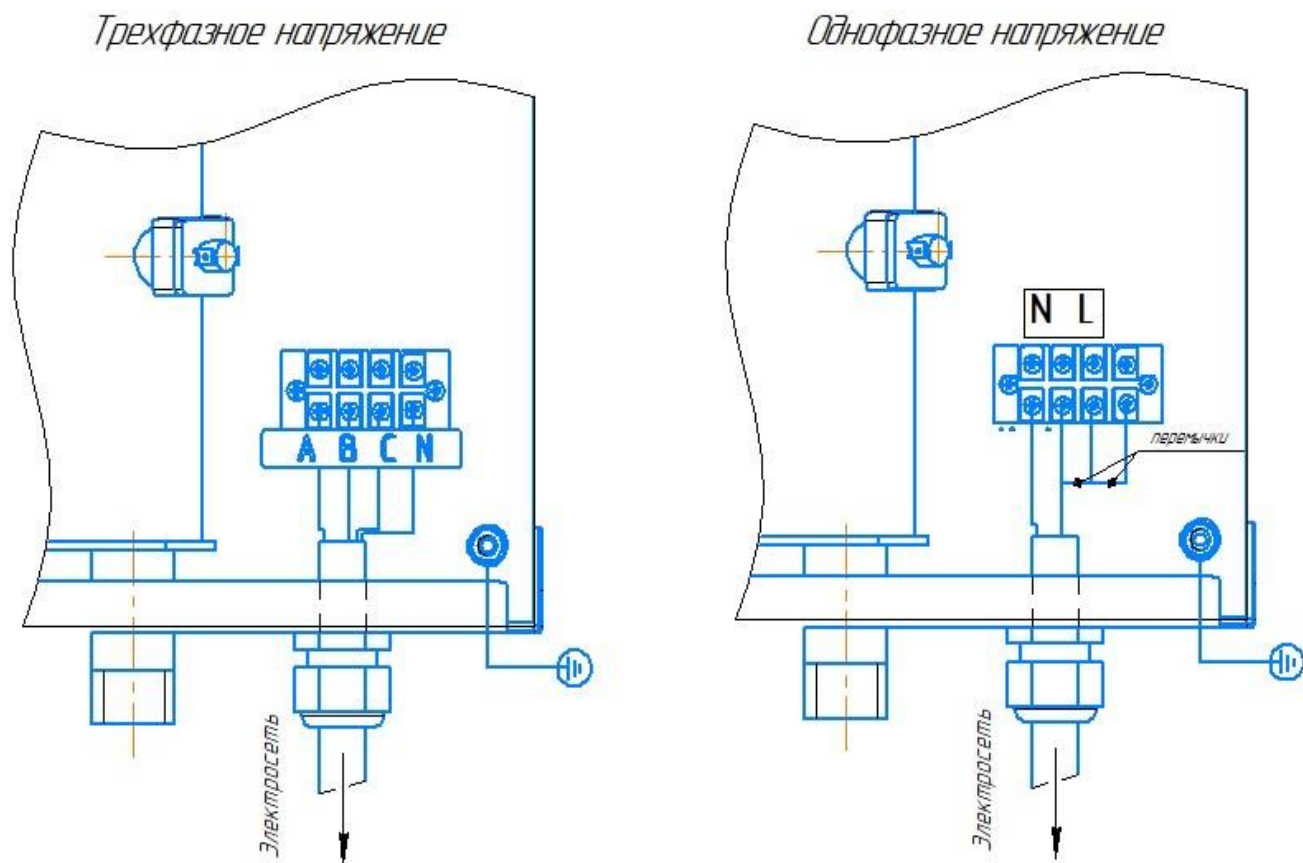

Рис.4 Схема подключения к электросети
6.5.4 Подключить ЭВН-К к электросети (рис.4), для чего вводной кабель пропустить через кабельный ввод (фитинг). Фазные провода и нулевой провод следует подключить в соответствии с маркировкой на клеммную колодку.